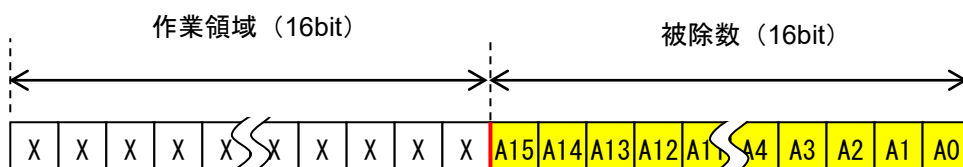

図 3.7 16 回目の実行結果
- ⑥ 同様のシフトと減算を合計で 16 回繰り返すことで、作業領域と被除数は図 3.7 に示すようになります。ここで、作業領域には剰余が格納され、被除数(領域)には商が格納されます。